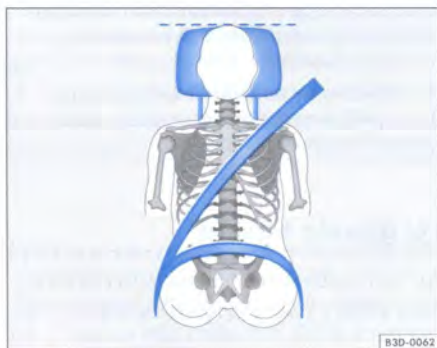

Fig. 3 Apoyo para cabeza ajustado correctamente visto de frente
- Ajuste los apoyos para cabeza, de tal forma que la parte superior del respaldo quede en el mismo nivel o lo más próximo posible de la parte más alta de su cabeza ⇒ fig. 3 y ⇒ fig. 4 ⇒ .